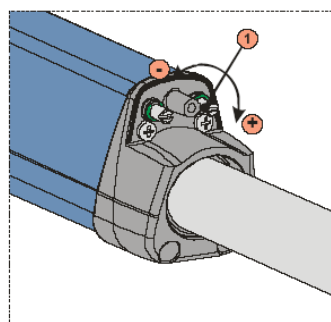

Рис. 14
- Для регулировки концевого выключателя “Закрыто” вращайте винт 1 см. рис. 14. При вращении его по часовой стрелке шток выдвигается больше, при вращении против часовой стрелке шток выдвигается меньше;